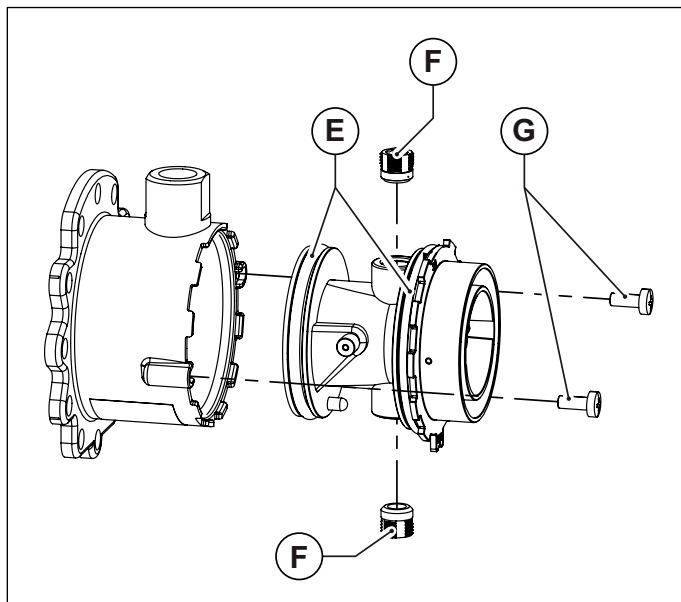
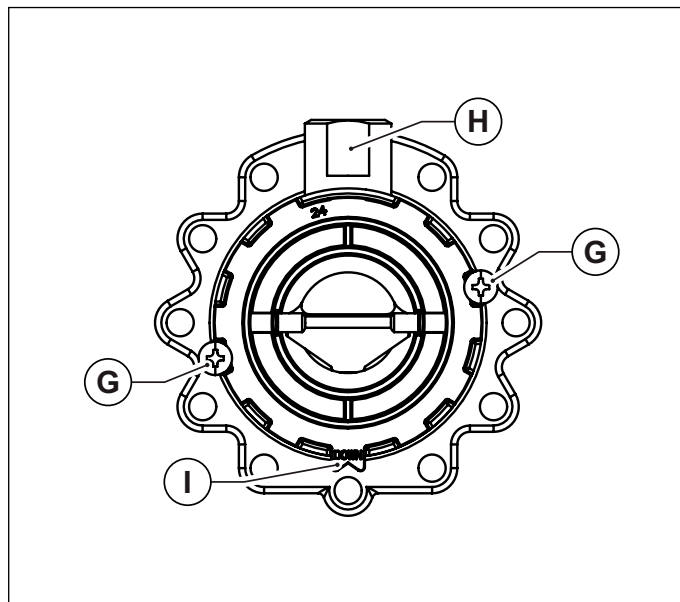

Fig. 44 Corpo in plastica del miscelatore
Fig. 45 Orientamento di montaggio
- Sfilare il corpo in plastica del miscelatore, svitando le due viti di fissaggio (vedi Fig. 44 Corpo in plastica del miscelatore).
- Svitare i due ugelli del miscelatore utilizzando una chiave a brugola da 6 mm (vedi Fig. 44 Corpo in plastica del miscelatore).
- Rimontare il corpo in plastica (Venturi) inserendolo nel miscelatore e avvitandolo con le viti di fissaggio, avendo cura di non danneggiare le guarnizioni o-ring che sono montate agli estremi del corpo in plastica (vedi Fig. 44 Corpo in plastica del miscelatore) e di rispettare l'orientamento di montaggio (vedi Fig. 45 Orientamento di montaggio).
- Montare il mixer riassembleato al ventilatore con le viti a brugola, avendo cura di riposizionare, fra mixer e ventilatore, l'o-ring di tenuta (vedi Fig. 44 Corpo in plastica del miscelatore).